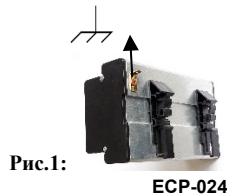

Рис.1:
- Необходимо использовать внешнее заземление на задней панели ЕСР-024 (см. Рис.1)